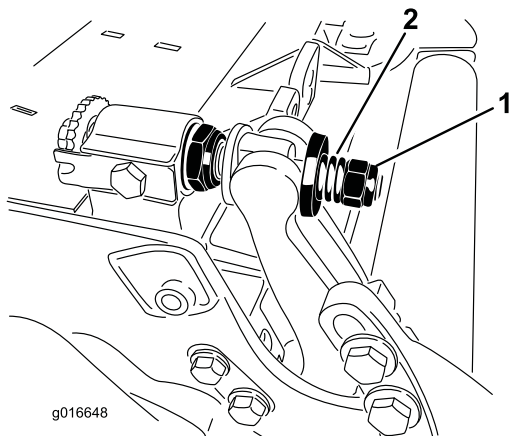

Figure 33
5. Serrez l'écrou de tension du ressort jusqu'à ce que les spires soient jointives, puis desserrez-le de ½ tour (Figure 33).
11. Serrez l'écrou sur chaque vis de réglage de la barre d'appui jusqu'à ce que le ressort de compression soit complètement comprimé, puis desserrez l'écrou de 1/2 tour (Figure 33).